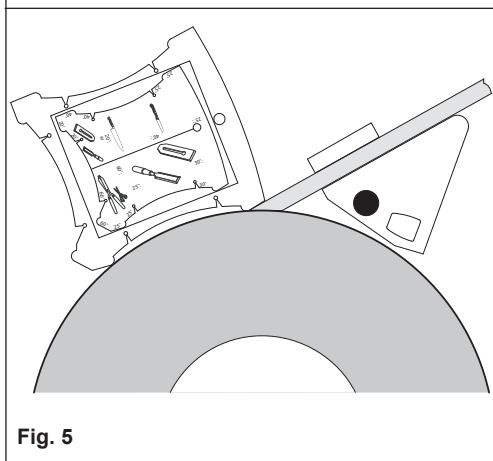

Fig. 5
| Misuratore di angoli (Fig. 5) | 6 |
- Il pezzo da lavorare deve essere sostenuto come riportato in Fig. 5 e 6 senza l' interposizione di un utensile.